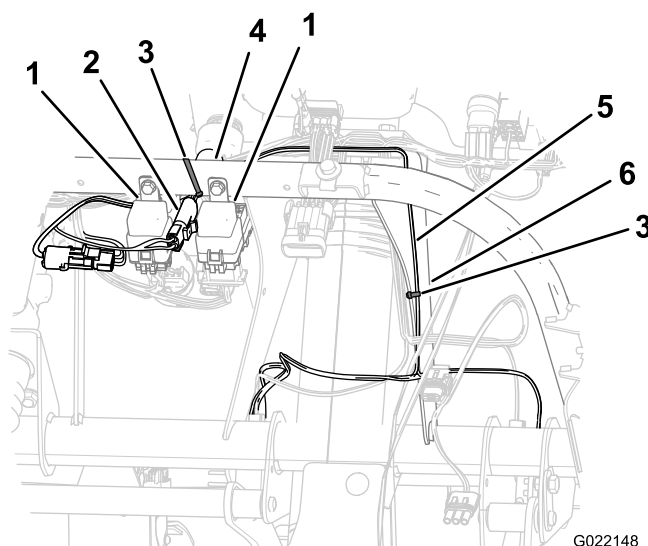

Figura 15
A. Fissate il cablaggio del timer di ritardo al tubo del telaio con una fascetta per cavi nell'area tra i relè (Figura 15).
B. Fissate il cablaggio preassemblato del ruttore alla staffa del piantone dello sterzo fuoribordo (Figura 15).